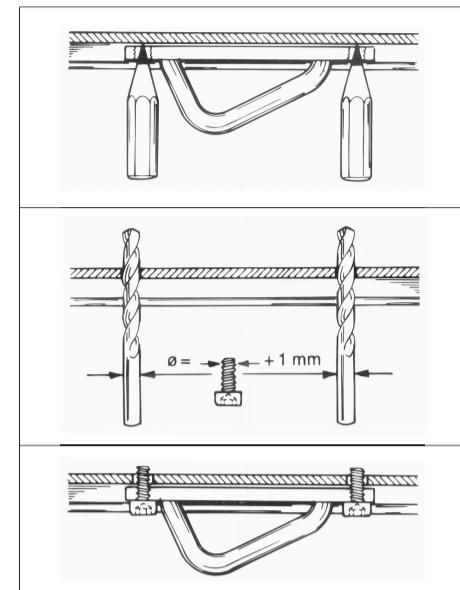

Fig. 3
- Montera bomtravaren permanent. Se fig. 3.
- Secure the boom-slider in its permanent position. See fig. 3.
- Wenn alles klar ist, wird der Baumbeschlag endgültig montiert. Siehe Abb. 3.